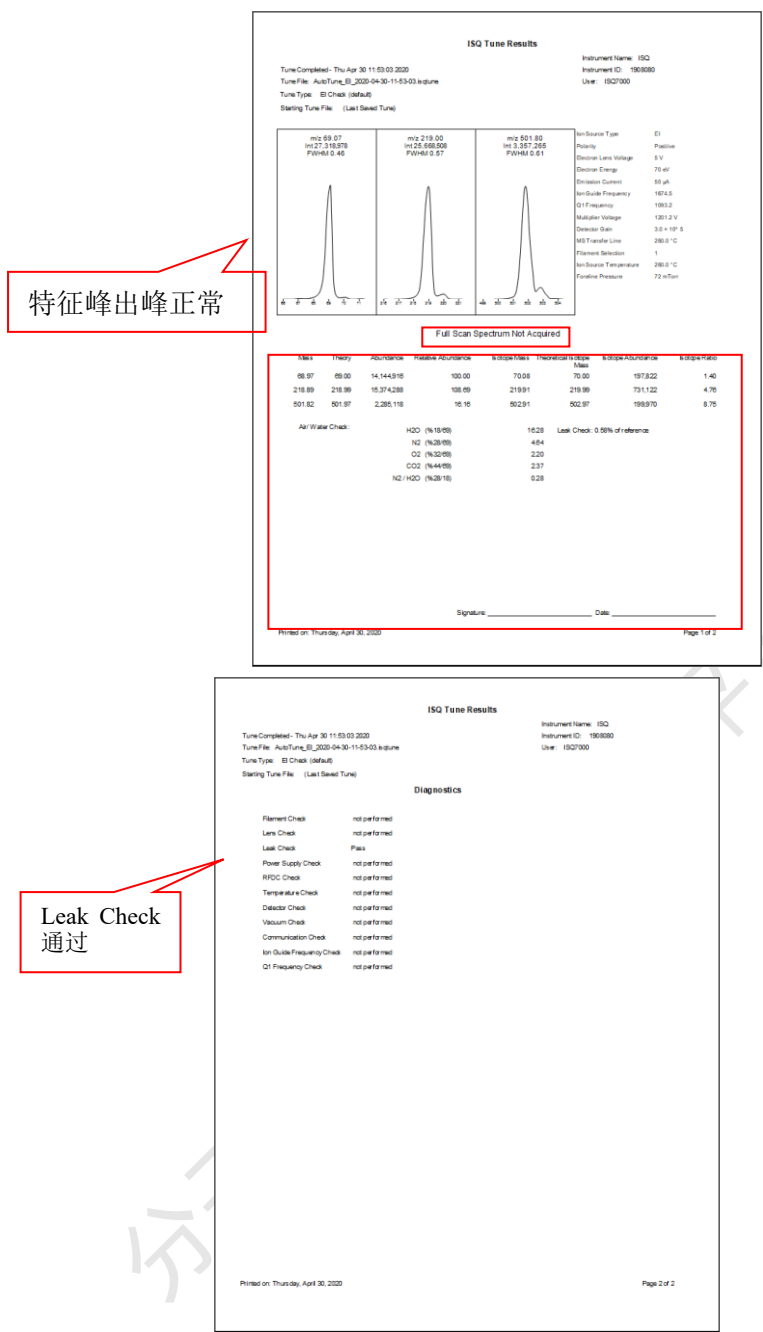

图1.9 自动调谐—日常调谐检查
- a) 如图1.9 (a) 点击Auto Tune Options选择Advanced Auto Tune;
- b) 如图1.9 (b) 在ISQ Auto Tune界面中选择调谐类型为EI Check (default), 并勾选Display report when complete和Show spectra按钮, 点击Start按钮开始执行日常调谐检查;
- c) 如图1.9 (c) 调谐检查执行时, 界面显示绿色进度条;
- d) 如图1.9 (d) 调谐完毕, 将自动弹出调谐检查报告, 查看特征峰出峰正常, Leak Check通过。